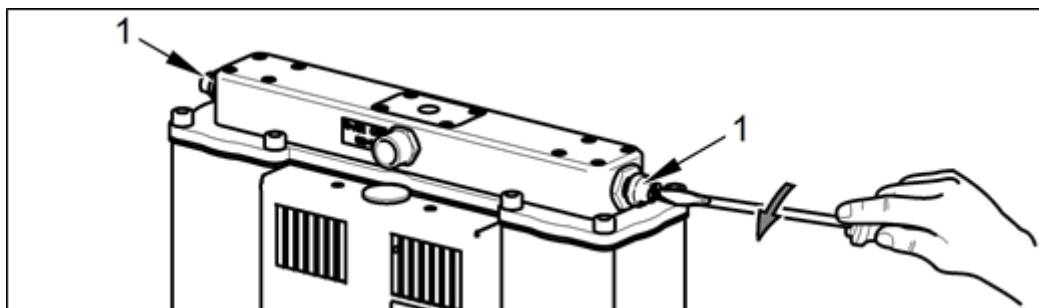

Рис. 30: Стравливание давления из камеры осушителя
- Откройте вентиляционные пробки на выходном модуле оборудования (Рис. 30).